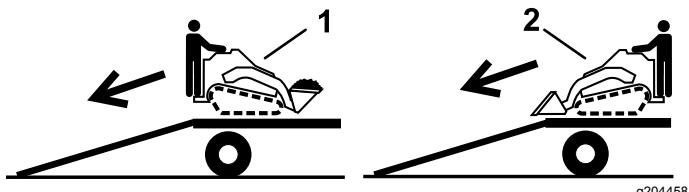

Рисунок 21
- При выгрузке машины с прицепа по наклонному въезду более тяжелая часть машины должна быть обращена вверх, при этом грузы должны быть опущенными (Рисунок 21).